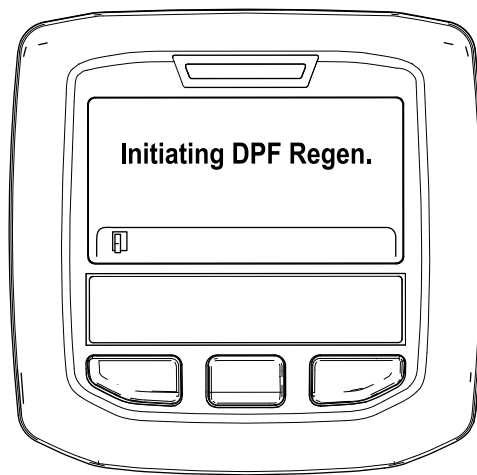

Figura 48
- A. Surge a mensagem "Initiating DPF Regen. (A iniciar Regen. DPF.)" (Figura 48).